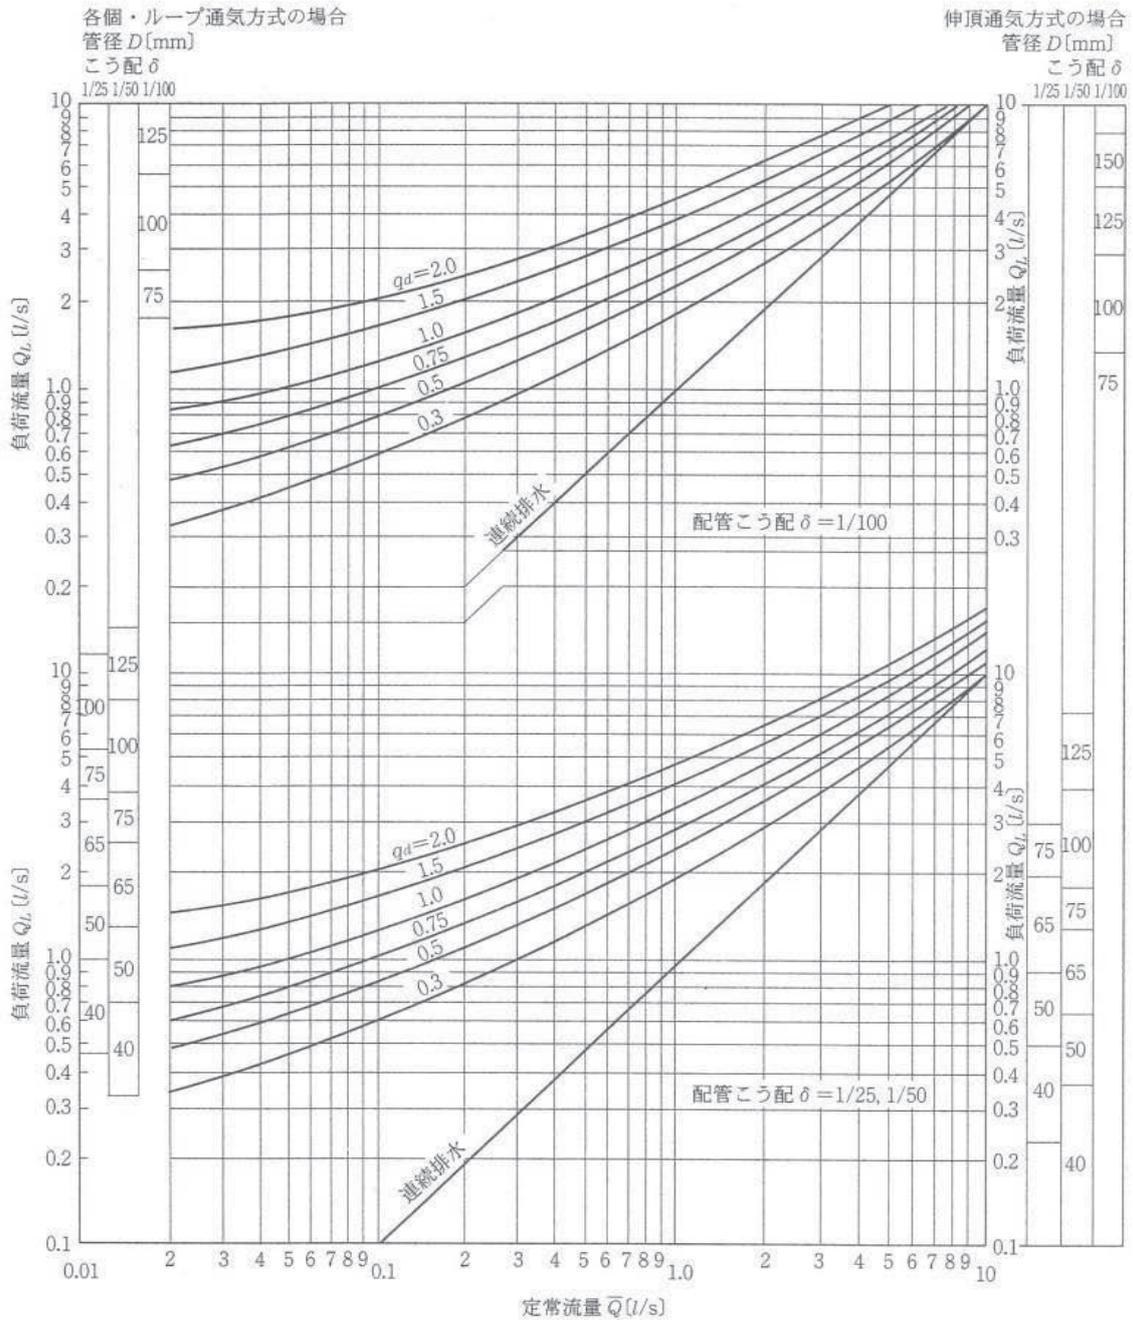

図2 定常流量流量線図
- ・ 図2 システム・ユニットテキスト「排水・通気管径の選定」 P7